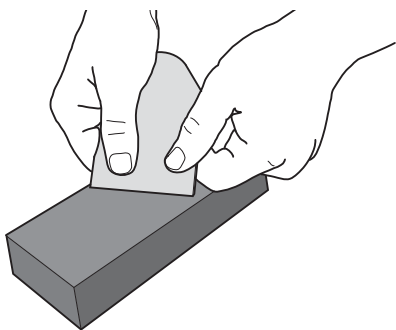
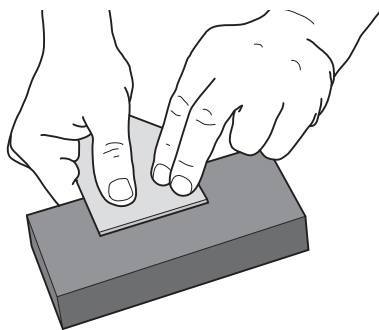

Figure 3 : Affûtage
Figure 4 : Rodage
Étape 2 – Affûtage : Il faut d’abord enlever les traces de lime à l’aide d’une pierre de grain 800 ou 1000. Une pierre à eau ou à huile convient très bien. Tenir la lame, comme illustré à la **figure 3**, en gardant le biseau bien à plat sur la pierre. Passer la lame sur toute la pierre dans un mouvement de va-et-vient. Vérifier souvent l’état du biseau pour évaluer la progression du travail. Poursuivre l’affûtage jusqu’à ce que toutes les marques de lime aient disparu. Terminer l’affûtage sur une pierre à eau de grain 4000 ou une pierre à huile Arkansas dure. Roder ensuite le dos de la lame près du tranchant, comme illustré à la **figure 4**, pour lui donner le même fini que celui du biseau. Pour obtenir un bon tranchant, il importe que le rodage et l’affûtage de ces deux surfaces convergentes atteignent le même degré de finition. Le système d’affûtage électrique Mk. II Veritas (05M31.01) ou une ponceuse à courroie d’établi munie de papier abrasif de grain 320 (40 µm), puis de grain 1200 (9 µm) parviendront aux mêmes résultats en un peu moins de temps.